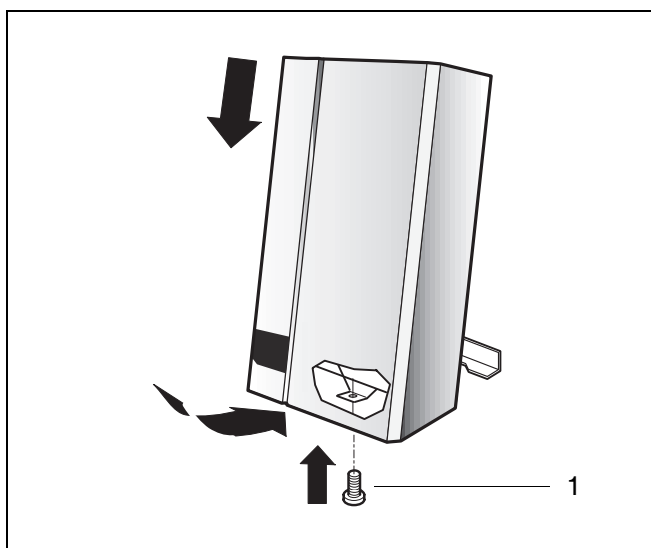

fig. 37 Remonter l'habillage
Remonter l'habillage et visser la vis de fixation (fig. 37, pos. 1).